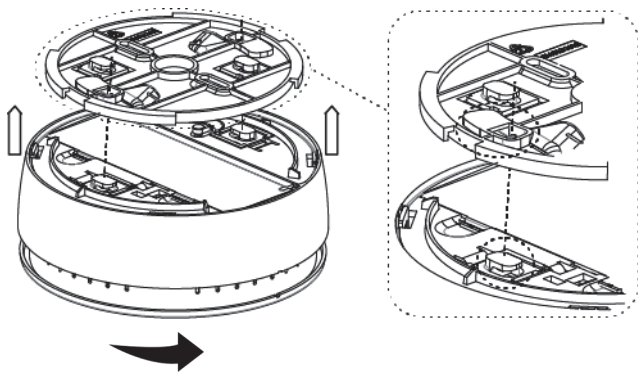

Figura 5
6. Para instalar a sirene no suporte de instalação, alinhe a da base com a do suporte, insira os ganchos da base completamente nas fendas do suporte e gire o detector na direção da seta para fixá-lo (veja Figura 5).